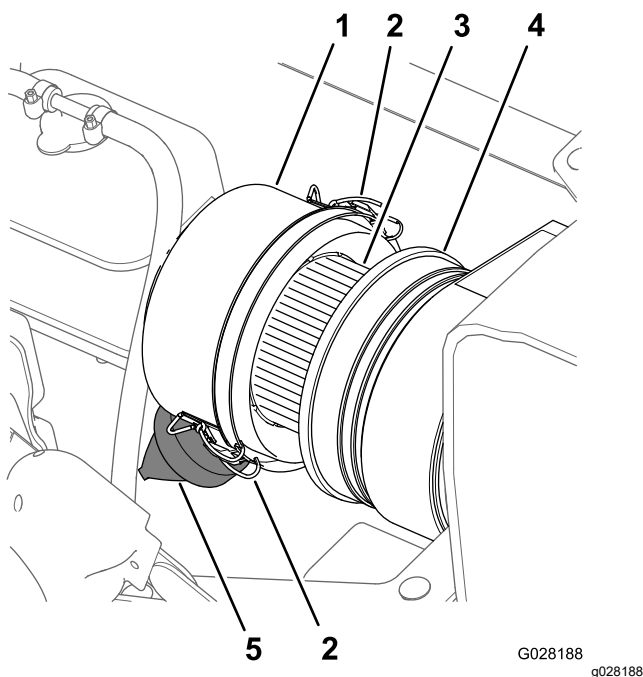
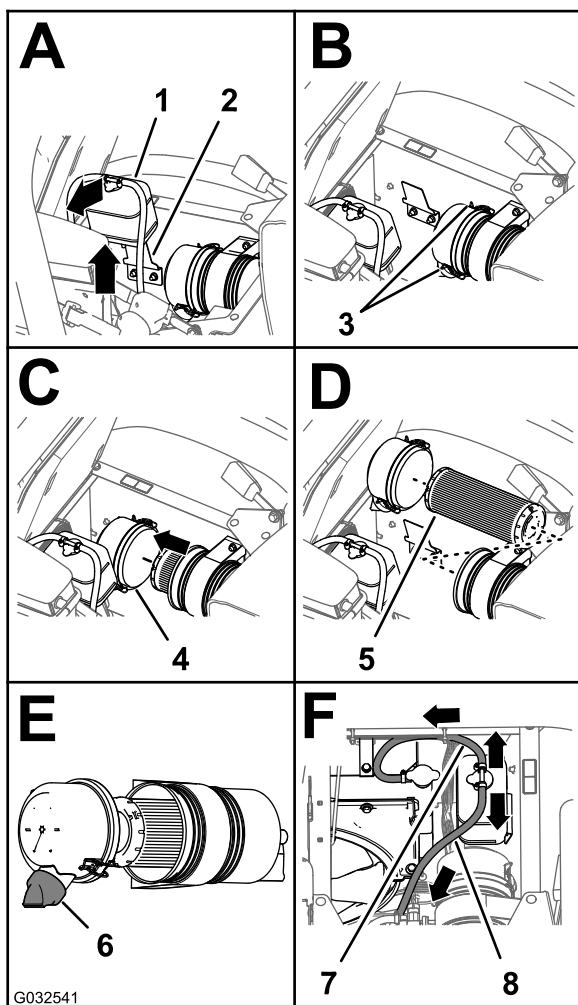

Figure 71
Figure 72
3. Nettoyez le capuchon antipoussière et le boîtier du filtre à air (Figure 71).
5. Pressez la valve à poussière pour éliminer les saletés, la poussière et les débris (Figure 71).
7. Vérifiez que l'élément du filtre à air ne présente pas de dépôts excessifs de poussière, saleté ou débris (Figure 71).
8. Reposez le capuchon antipoussière sur le boîtier du filtre à air et fixez-le en place avec les 2 attaches (Figure 71).
2. Nettoyez le capuchon antipoussière et le boîtier du filtre à air (Figure 71).
3. Soulevez le réservoir de trop-plein de liquide de refroidissement pour le déposer de son support (Figure 72).
4. Recherchez sur le boîtier du filtre à air des dommages susceptibles d'occasionner des fuites d'air (Figure 71).
4. Desserrez les 2 attaches qui fixent le capuchon antipoussière sur le boîtier du filtre à air (Figure 72).
6. Nettoyez l'intérieur du capuchon antipoussière, du boîtier du filtre à air et de la valve à poussière avec un chiffon humide (Figure 71 et Figure 72).
7. Insérez l'élément filtrant dans le boîtier du filtre à air (Figure 72).
8. Reposez le couvercle sur le boîtier du filtre à air et fixez-le en place avec les 2 attaches (Figure 72).
Remarque: Vérifiez que la valve à poussière est bien alignée entre les positions 5 et 7 heures vu de l'extrémité (Figure 72).
9. Placez le réservoir de trop-plein du liquide de refroidissement en face de son support et fixez solidement le réservoir (Figure 72).
Important: Vérifiez que le flexible de décharge de pression est dirigé vers l'avant et le bas et que le flexible d'évent du réservoir est dirigé vers l'arrière, comme montré à la Figure 72.